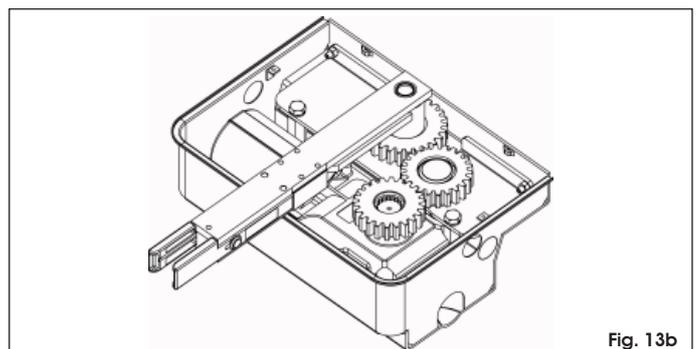

Fig. 13b
**👉 Pour définir le positionnement exact de l'opérateur, de la plaque d'engrenages pour des ouvertures à 180° (Fig. 13b) et des réglages nécessaires, se référer aux instructions en annexe.**